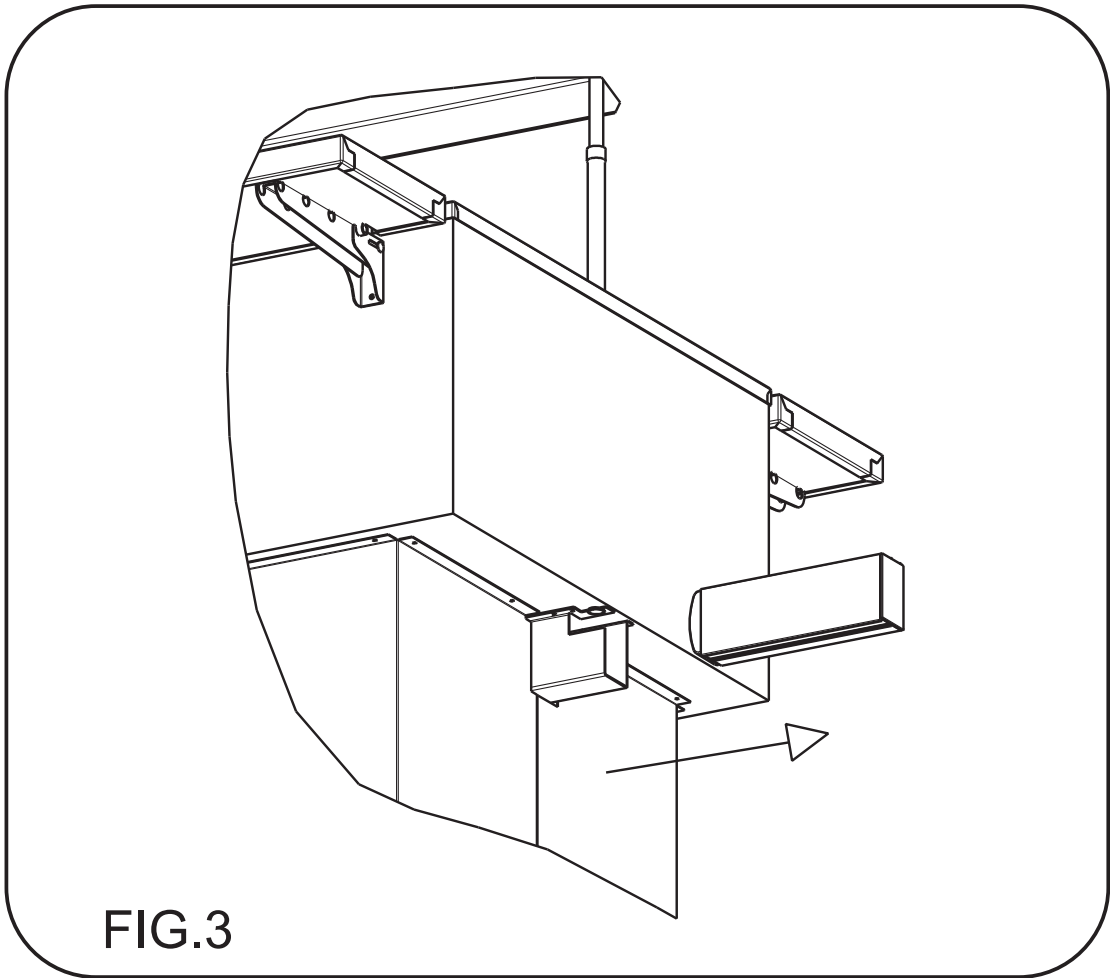

FIG.3
1. Sostenere la cupola. 2. Togliere l'alimentazione. 3. Rimuovere le griglie di aerazione. 4. Allentare le viti di fissaggio del supporto motore, poste sui lati esterni, sotto la vasca. 5. Sfilare il motore dal supporto. 6. Nel caso il motore fosse bloccato con la catena di sollevamento all'interno del tubo di guida, occorre svitare tutte le viti del supporto e sfilare il motore e la catena verso il basso. 7. Scollegare i fili di alimentazione elettrica del motore stesso. 8. Sostituire il motore e ripristinare tutto nelle stesse posizioni (vedi Fig.3).
1. Lower the cover. 2. Turn the appliance off. 3. Remove the ventilation grilles. 4. Loosen the fixing screws of the motor support, on the outside, under the basin. 5. Take the motor out of the support. 6. If the motor is blocked by the lifting chain inside the guide tube, you must remove all screws of the support and proceed to remove the motor and chain from the bottom. 7. Disconnect the motor's power supply wires. 8. Replace the motor and refit all components removed (see fig.3)
1. Die Kuppel festhalten. 2. Strom wie abschalten. 3. Lüftungsgitter entfernen. 4. Lösen Sie die Befestigungsschrauben des Motorlagers, die sich an den Außenseiten unter der Wanne befinden. 5. Ziehen Sie den Motor aus dem Motorlager. 6. Sollte der Motor mit der Hubkette innerhalb des Führungsrohrs blockiert sein, müssen alle Schrauben des Lagers abgeschraubt und der Motor und die Kette nach unten herausgezogen werden. 7. Die Stromversorgungskabel vom Motor trennen. 8. Den Motor ersetzen und alles in der ursprünglichen Position wieder montieren (siehe Abb. 3).